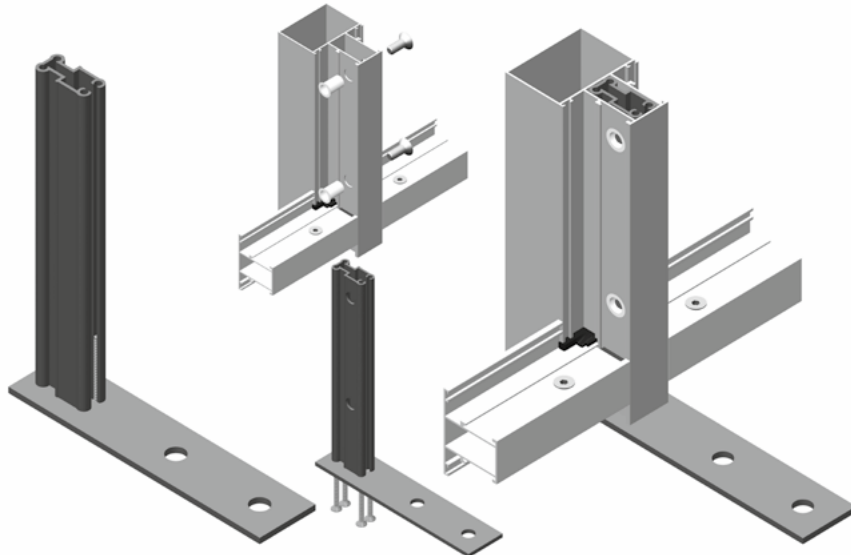

Рис. 16.28
- пластина АУРС.100.1901 предназначен для установки блоков каркаса витража в проем (рис. 16.28);